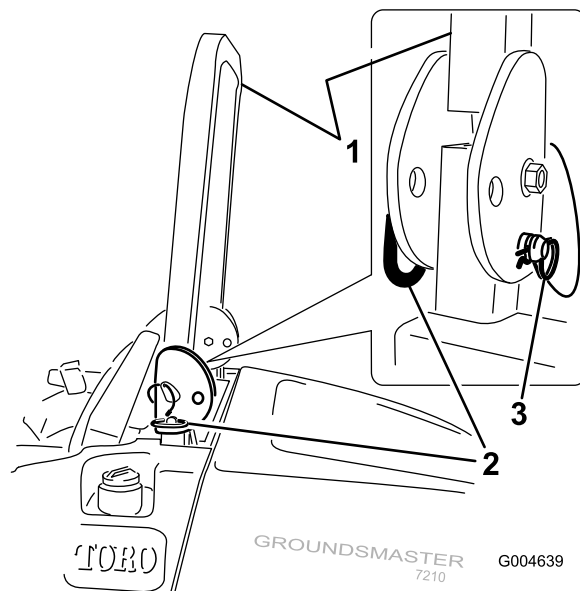

図 12
1. 保護バーを降ろすには、ヘアピンコッターを抜き、スプリングに逆らって保護バーを前に倒し、ピン2本を引き抜く 図 12。
3. ピン2本を取り付け、ヘアピンコッターで固定する図 12。
4. ROPSバーを立てるには、ヘアピンコッターを外して、ピン2本を抜き取る図 12。
5. 横転保護バーを立て、ピン2本で固定し、ピンが外れないようにヘアピンコッターで固定する図 12。